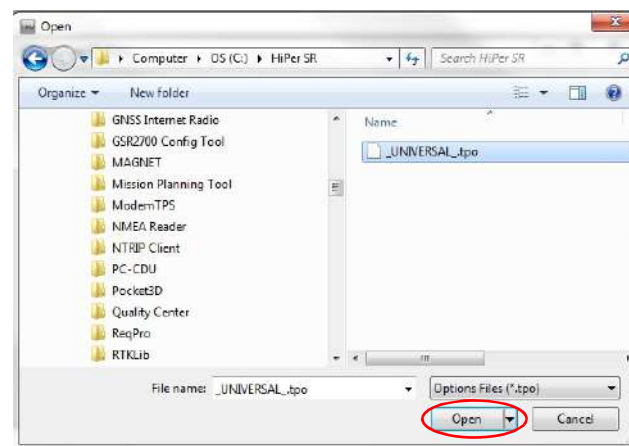

Рис. 11: Загрузка OAF
3. Перейдите к месту нахождения нового файла авторизации опций (Рис. 11).
4. Выберите необходимый файл и нажмите **Открыть** (Рис. 11).